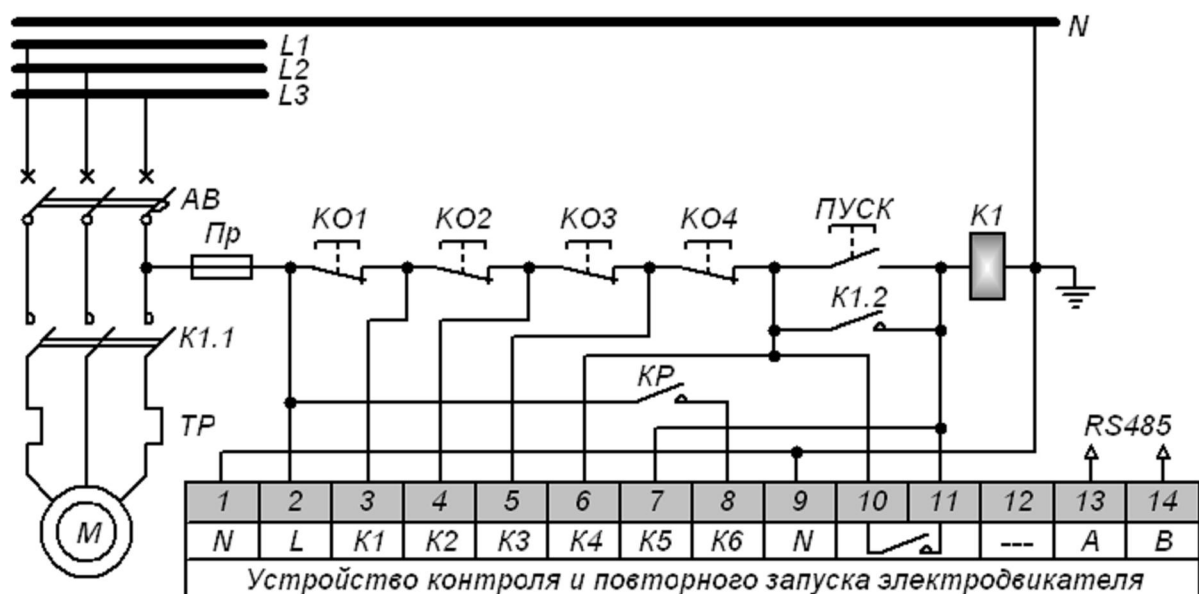

Рисунок 7.1. Схема электрическая соединений УКПЗЭ.
8.1. Перед началом работы устройства внешним осмотром необходимо убедиться в отсутствии видимых повреждений и других дефектов, которые могут нарушить его работоспособность. Произвести шефмонтаж согласно электрической схемы соединений (Рис. 7.1).
8.5. Запустите электродвигатель (ЭД), нажав на кнопку «Пуск» (Рис. 7.1), после чего засветится красным цветом светодиод «Работа» указывающий на работу подключенной установки.